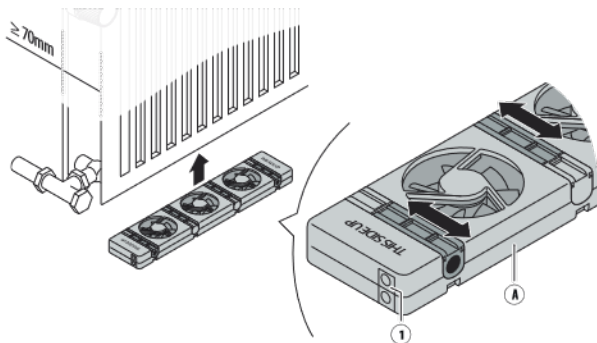

Fig. 1 - Positionnement du SpeedComfort (A).
1. Assurez-vous que le **SpeedComfort (A)** soit orienté vers le haut et que les **connecteurs femelles (1)** pointent vers la prise murale (voir fig. 1).